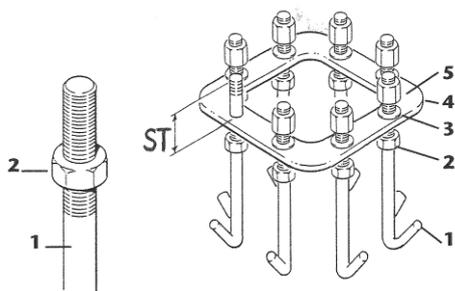

Abb. 19
1. An den Ankerschrauben **1** die Flachmutter **2** festschrauben und dabei einen Gewindeabschnitt in der Höhe **ST** überstehen lassen (siehe Abschnitt **Errore. L'origine riferimento non è stata trovata.** auf S. **Errore. Il segnalibro non è definito.**) (Abb. 19). Diesen Vorgang an allen 8 (acht) Ankerschrauben wiederholen.